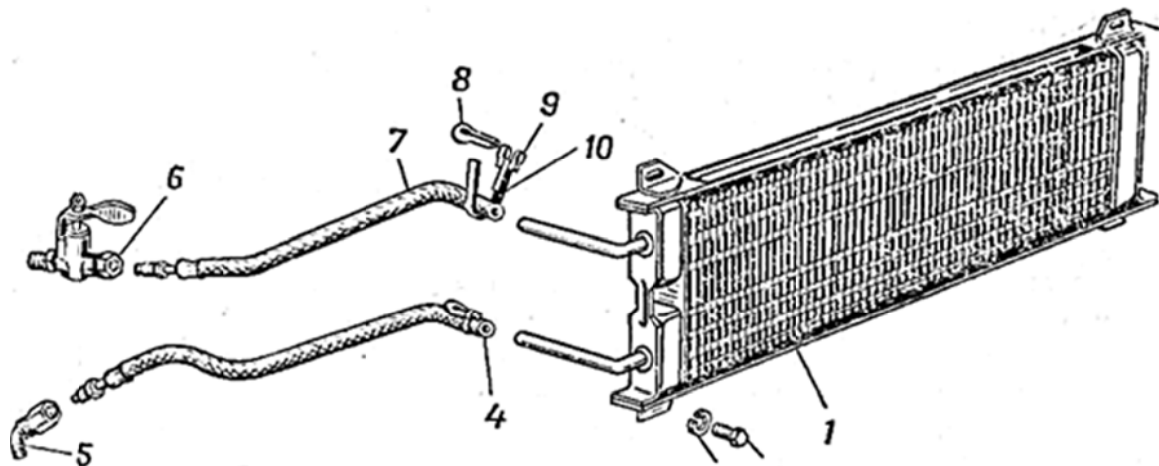
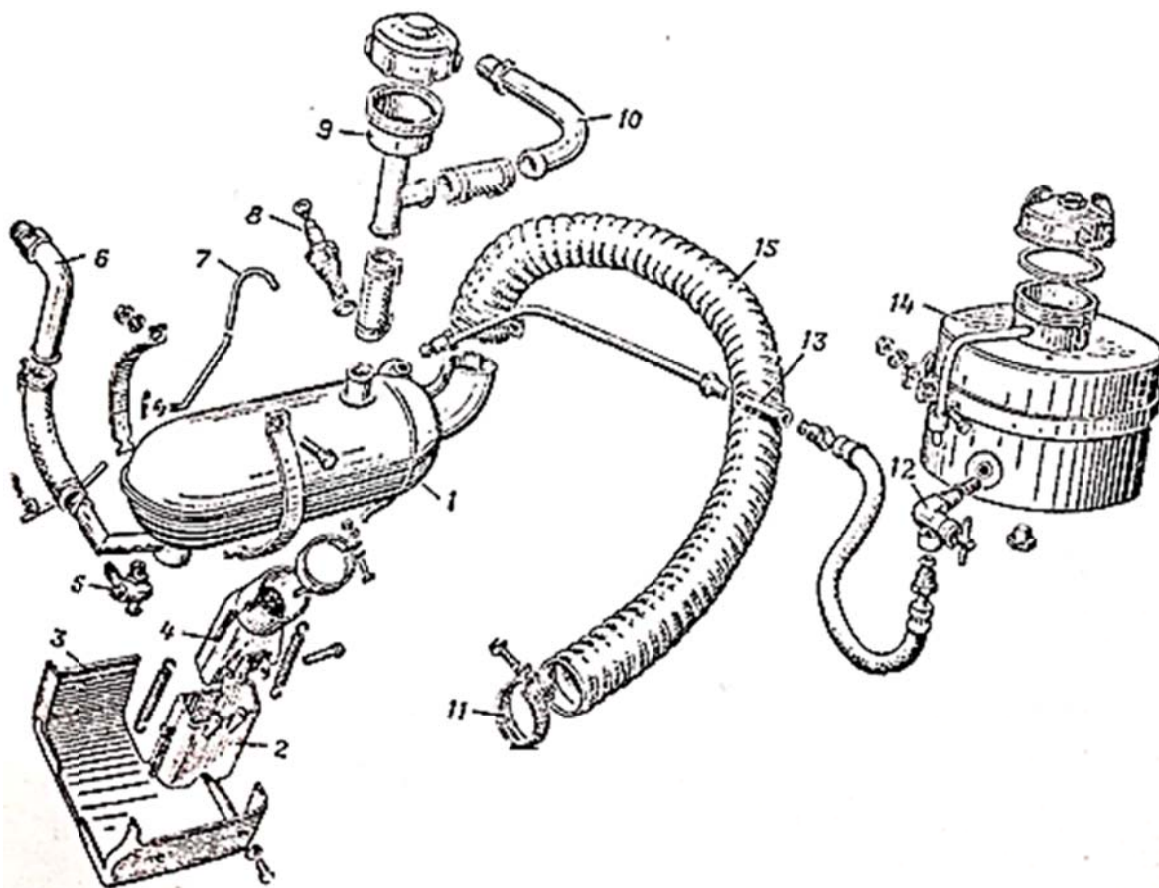

Рис. 1.3. Радиатор масляный:
Рис. 1.4. Пусковой подогреватель:
<p>9.6. Расшплинтовать и отвернуть гайки 19 болтов 23 крепления радиатора</p> <p>9.7. Снять шайбы 20, нижние подушки 22, втулки 21 и болты 23</p> <p>9.8. Ослабить хомут крепления отводящего шланга 13 у патрубка радиатора и отсоединить шланг от патрубка</p> <p>9.9. Ослабить хомут крепления подводящего шланга 28 у патрубка радиатора и отсоединить шланг от патрубка</p> <p>9.10. Отсоединить наконечник провода от датчика контрольной лампы температуры воды в радиаторе</p> <p>9.11. Ослабить стяжные ленты 10 (рис. 1.3) хомутиков крепления шлангов масляного радиатора, отсоединить шланги</p> <p>9.12. Снять водяной радиатор в сборе с жалюзи и масляным радиатором и верхние подушки 22 (рис. 1.2) подвески радиатора (операцию выполняют два человека)</p> <p>10. Снять хомуты со шлангов подводящего 6 (рис. 1.4) и отводящего 10 штуцеров пускового подогревателя</p> <p>11. Отсоединить шланги</p> <p>12. Отвернуть винт и отсоединить провод от запальной свечи 8. Ввернуть винт на место</p> <p>13. Отсоединить топливопровод от котла подогревателя</p>	<p>Плоскогубцы 150, ключ 17 × 19</p> <p>Отвертка 175 × 0,7</p> <p>То же</p> <p>Отвертка 150 × 0,5</p> <p>То же</p> <p>Плоскогубцы 150</p> <p>Отвертка 150 × 0,5, плоскогубцы 150</p>
37. Отвернуть кран 6 (рис. 1.3) масляного радиатора запорный	Ключи 14 × 17; 17 × 19
47. Ввернуть угловой штуцер 5 (рис. 1.3)	То же
49. Ввернуть кран 6 (рис. 1.3) масляного радиатора
64.2. Установить масляный радиатор на жалюзи и закрепить его болтами 2 (рис. 1.3) с шайбами 3	Ключ 10 × 12
64.15. Подсоединить к верхней соединительной трубке масляного радиатора шланг 7 (рис. 1.3) от запорного крана 6 и к нижней соединительной трубке шланг 4 от штуцера 5. Затянуть стяжные хомуты 10 шлангов	Отвертка 175 × 0,7, бородок 4
65. Подсоединить подводящий и отводящий шланги масляного радиатора к угловому штуцеру 5 (рис. 1.3) и запорному крану 6	Ключи 14 × 17, 17 × 19
67. Ввернуть штуцера 6 (рис. 1.4) и 10, надеть соединительные шланги и закрепить хомутами	Ключи 17 × 19, отвертка 175 × 0,7